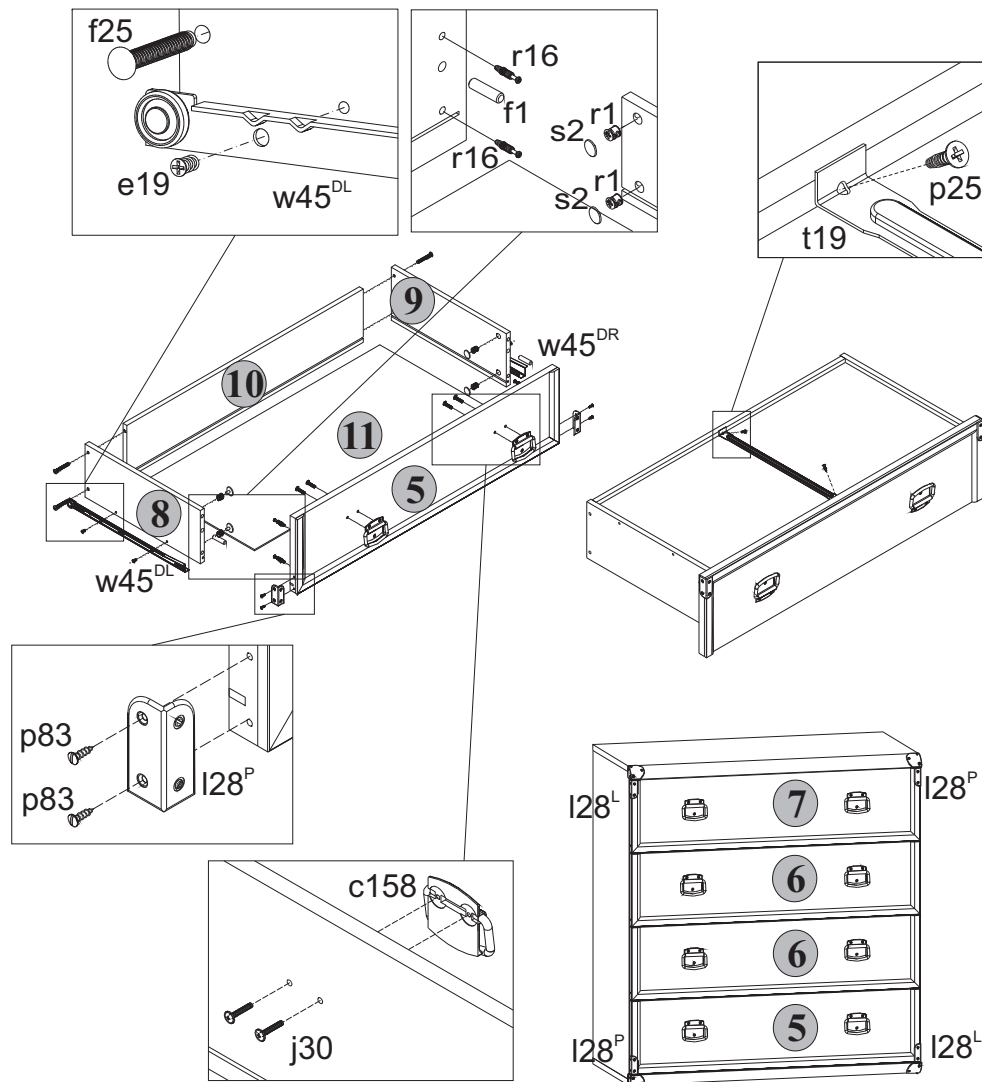

Рис. 3
5.12 В отверстия диаметром **8 мм** на передних кромках стенок боковых **8** и **9** корпусов выдвижных ящиков вбить деревянные шканты **f1** (**см.рис.3**).
5.13 В отверстия диаметром **15 мм** на внутренних поверхностях стенок боковых **8** и **9** корпусов выдвижных ящиков вставить стяжки эксцентрикковые **r1** (**см.рис.3**).
5.14 В отверстия диаметром **5 мм** на внутренних поверхностях панелей передних **5, 6** и **7** ящиков выдвижных с помощью крестообразной отвертки вкрутить винты стяжки **r16** (**см.рис.3**).
5.16 Соединить панель переднюю **5** с корпусом ящика выдвижного и затянуть стяжки эксцентрикковые **r1**, пользуясь специальным ключом **z1**. Закрывать стяжки эксцентрикковые заглушками **s2** (**см.рис.3**).
5.18 Соединить панели передние **6** с корпусами ящиков выдвижных и затянуть стяжки эксцентрикковые **r1**, пользуясь специальным ключом **z1**. Закрывать стяжки эксцентрикковые заглушками **s2** (**см.рис.3**).
5.19 Соединить панель переднюю **7** с корпусом ящика выдвижного и затянуть стяжки эксцентрикковые **r1**, пользуясь специальным ключом **z1**. Закрывать стяжки эксцентрикковые заглушками **s2** (**см.рис.3**).